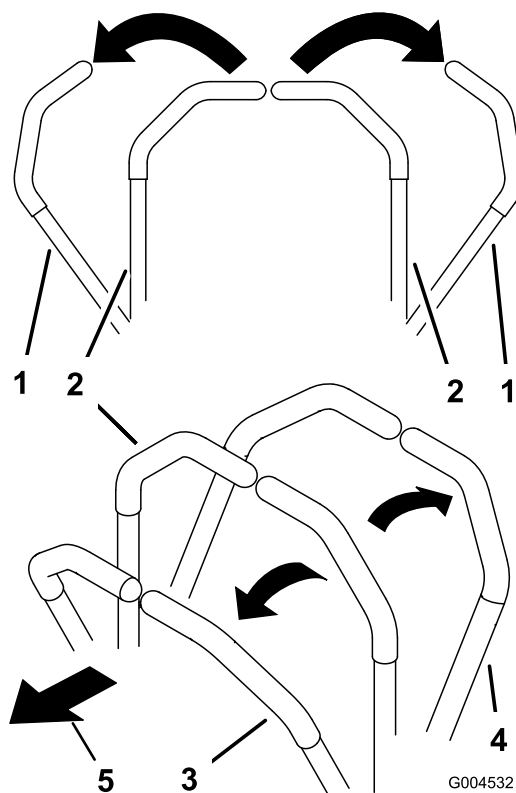

Figure 25
- Pour vous déplacer en ligne droite en marche avant, poussez lentement les leviers de commande de déplacement vers l'avant (Figure 25).
- Pour vous déplacer en ligne droite en marche arrière, tirez doucement les leviers en arrière (Figure 25).
- Pour tourner, ralentissez la machine en tirant les deux leviers en arrière puis poussez en avant le levier du côté opposé à celui que vous voulez prendre (Figure 25).